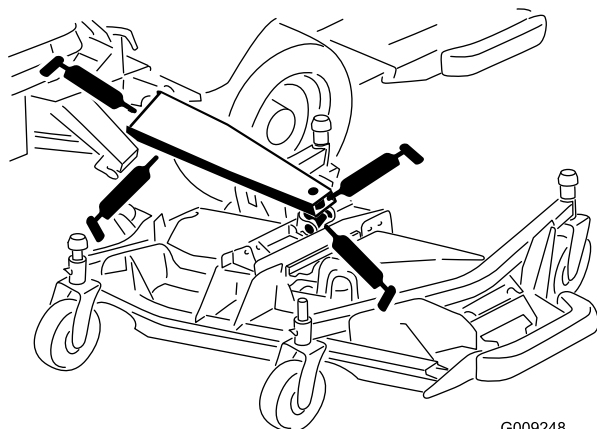

図 56
- ・ メイン昇降アームのブッシュ (3ヶ所) (図 56)
- ・ 昇降シリンダのブッシュ (1ヶ所) (図 56)